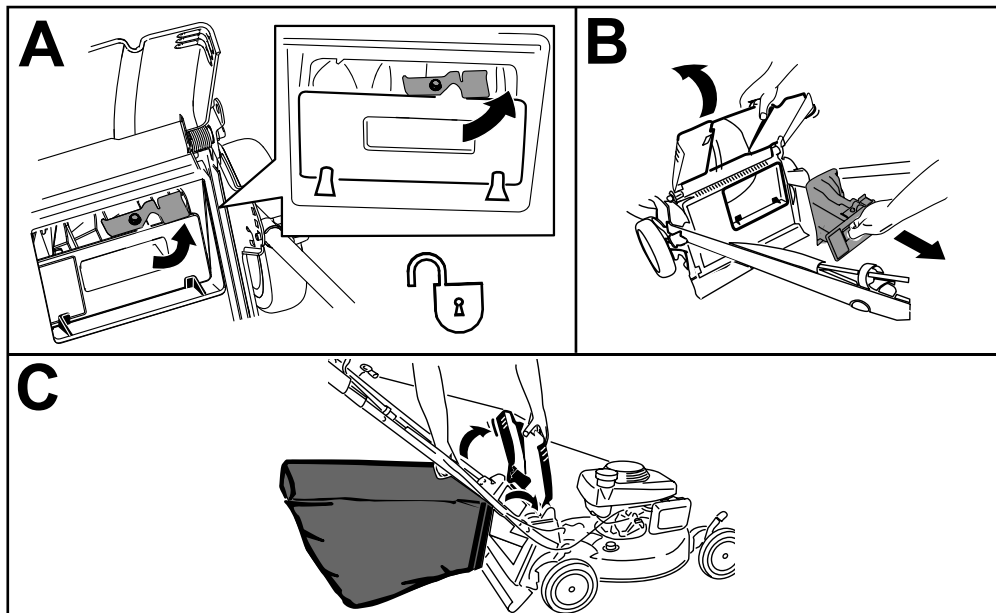

Figure 17
**Remarque:** Pour déverrouiller l'obturateur arrière, tournez le levier vers la droite (Figure 17).
1. Soulevez le déflecteur arrière et maintenez-le dans cette position puis déverrouillez l'obturateur arrière (encadré A de la Figure 17).
2. Retirez l'obturateur arrière (encadré B de la Figure 17).
3. Accrochez le bord supérieur avant du bac aux ergots sur les crans des supports de poignée (encadré C de la Figure 17).